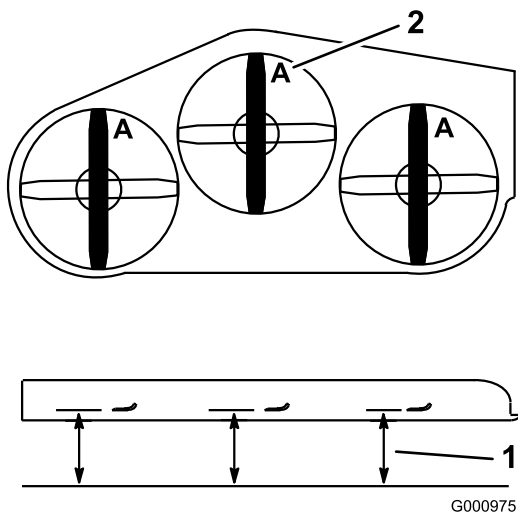

Bild 85
3. Drehen Sie die Schnittmesser, bis die Enden nach vorne und hinten gerichtet sind (Bild 85). Messen Sie von einer ebenen Fläche bis zu den Schnittkante (Position A) der Messer (Bild 85). Notieren Sie diesen Wert.